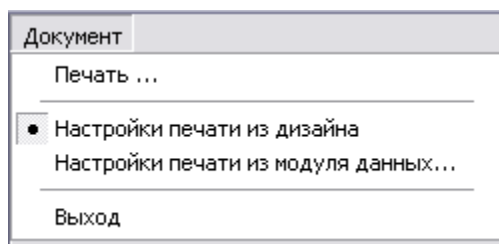

Рис. 12.16
1. В окне редактора откройте меню **Документ** (Рис. 12.16).